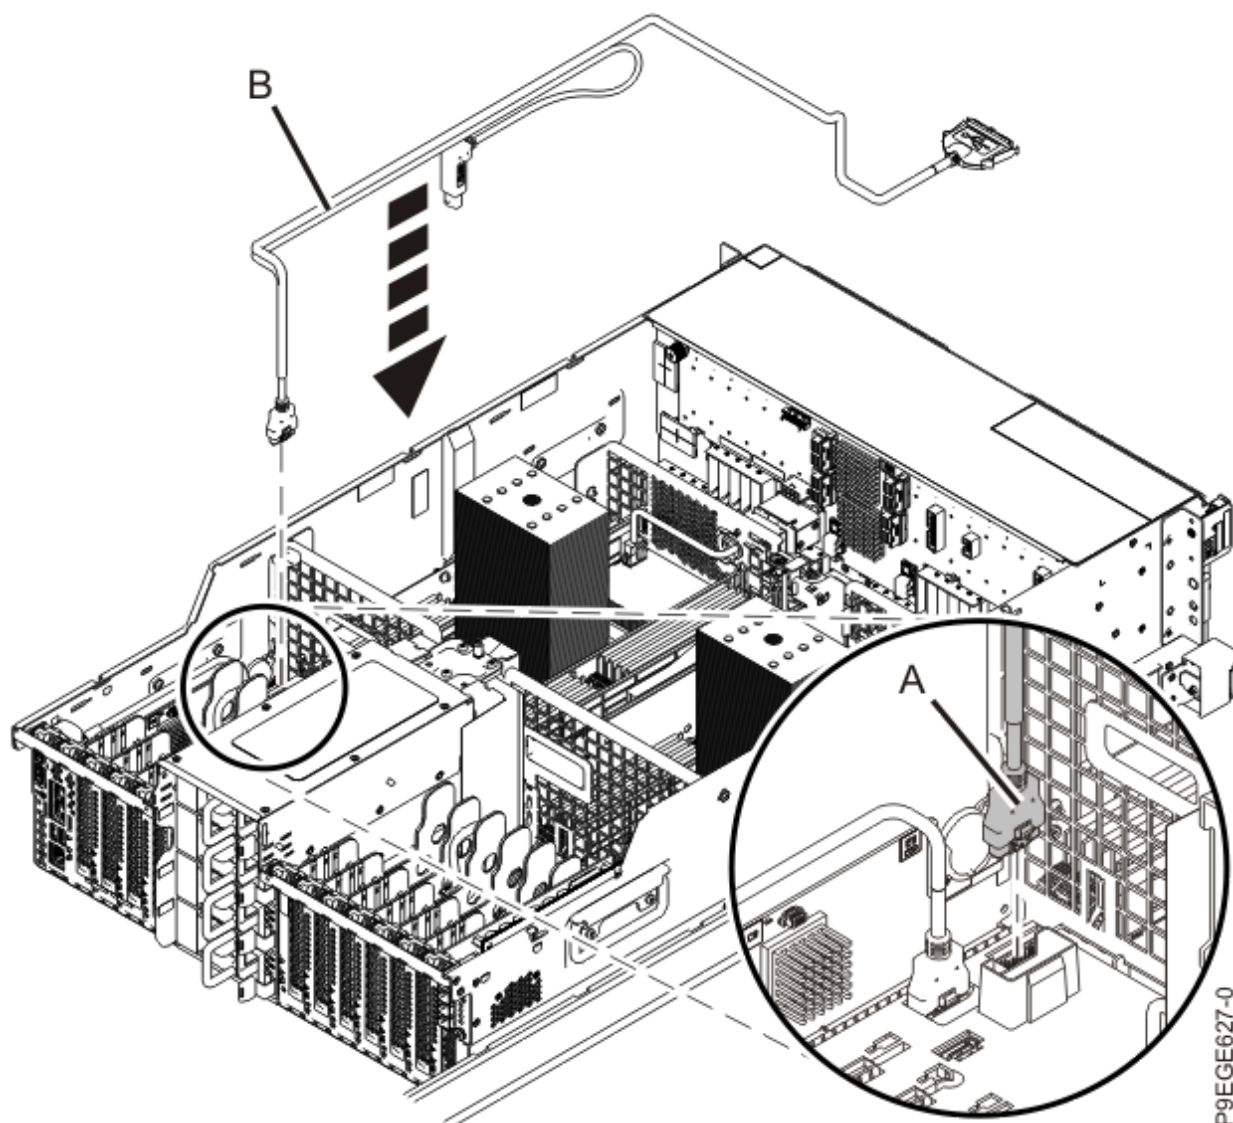

Figura 26. Sustitución del cable USB frontal en la placa posterior del sistema
6. Enchufe el conector USB **(A)** del cable USB **(B)** a la placa posterior de la unidad de disco, tal como se muestra en la Figura 26 en la página 28.